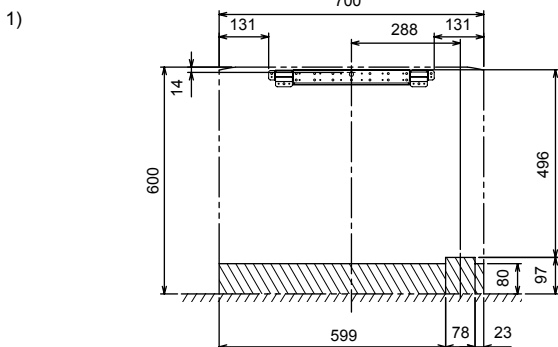

Fig. 3-7
1) Arkaya veya sol arkaya boru yerleştirme (Fig. 3-7)